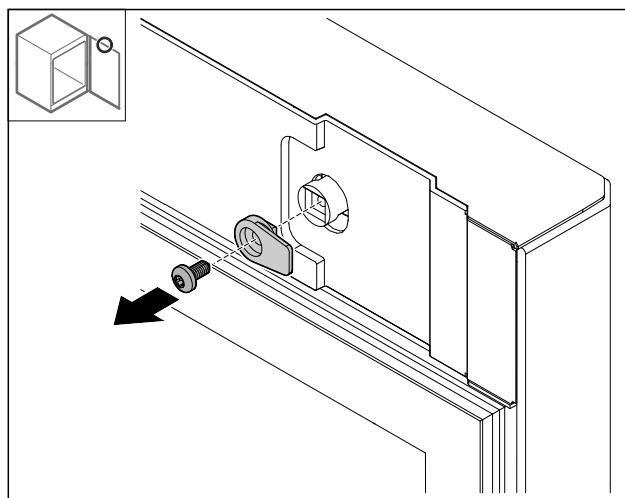

*Fig. 25*
- Užmaukite dengiamasių plokštelių Fig. 25 (1).